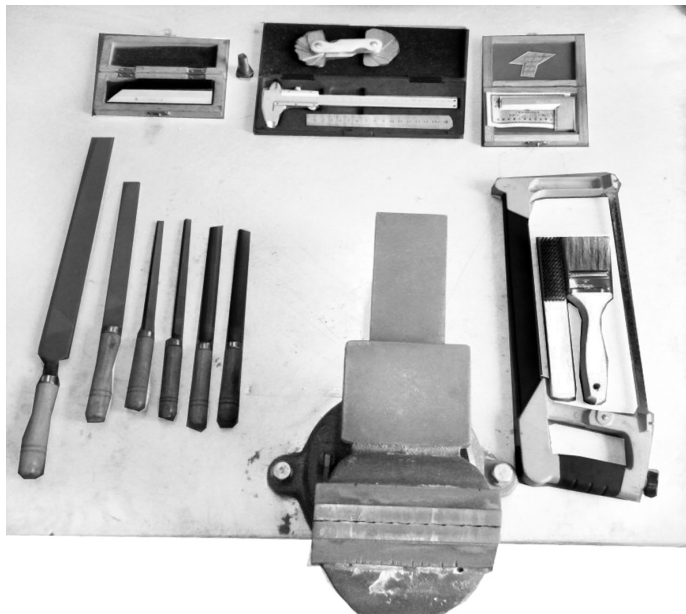

图 1-1-1
- (1) 为取用方便,右手取用的工具、量具放在右边,左手取用的工具、量具放在左边,且排列整齐,不能使其伸到钳台边以外。如图 1-1-1 所示。